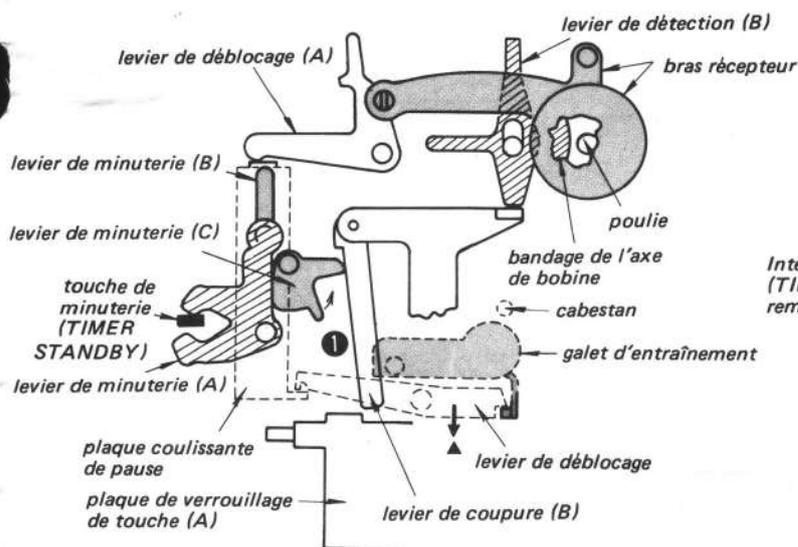

Fig. 1-5.
(voir Fig. 1-5.)
2. La roue à vis sans fin appuie contre le levier de détection (B).
3. La partie du levier de coupure (B) repérée par ■ appuie contre le levier de minuterie (C) comme montré sur la Fig. 1-5.
4. Le levier de minuterie (C) appuie contre le levier de minuterie (A) remettant ainsi la touche de minuterie (TIMER STANDBY) en position OFF.
5. Le levier de minuterie (B) et le levier de déblocage (A) reviennent à leur position d'origine, faisant en sorte que le bras récepteur s'appuie contre le bandage de l'axe de la bobine réceptrice qui est entraînée par le moteur.